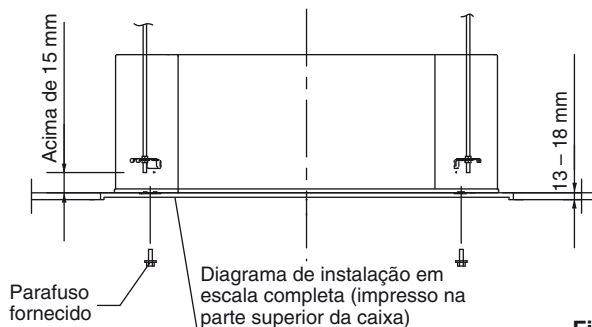

Fig. 3-4
- (1) Quando colocar a unidade dentro do tecto, determine o passo dos parafusos de suspensão utilizando o diagrama de instalação em escala completa fornecido. (Fig. 3-4)
- (2) O comprimento dos parafusos deve ser apropriado para uma distância entre o fundo do parafuso e o fundo da unidade de mais de 15 mm. (Fig. 3-4)